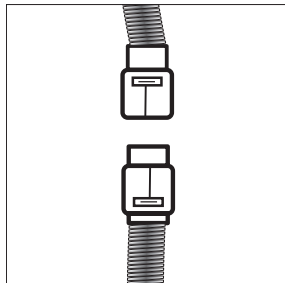
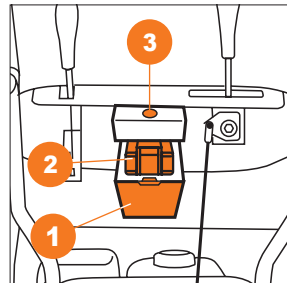

Рис. 14
Рис. 15
- Соедините провод от двигателя с проводом от панели управления при помощи влагозащищенного разъёма (Рис. 14).
- Откройте крышку ① отсека для аккумулятора.
- Убедитесь в верном расположении аккумулятора и его контактов, установите аккумулятор ② в разъем, закройте крышку ①, закрепите её винтом. При верном подключении загорится подсветка кнопки старта ③ (Рис. 15).